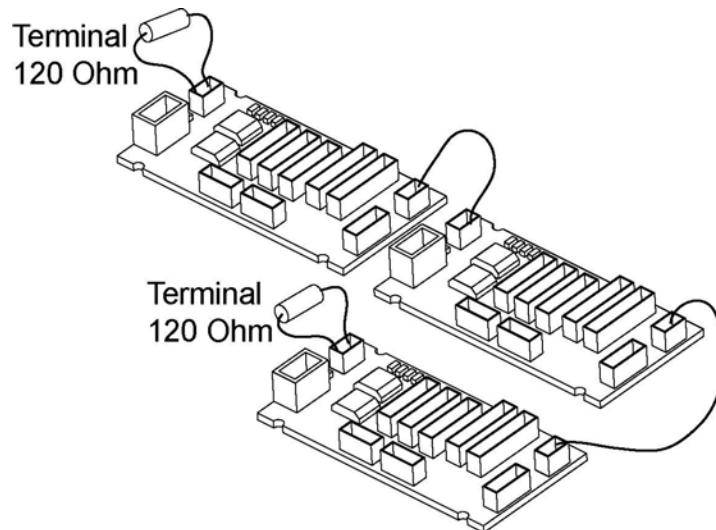

図 4 - 2 枚以上の TITechSH2 Tiny Controller®を CAN バスで接続する場合
2 枚以上の *TITechSH2 Tiny Controller*®を CAN バス通信で接続する方法を図 4 に示します。CAN ポートの高レベル(H)と低レベル(L)の間に 120Ω の抵抗を接続して、ノードネットワークを終端させる必要があります。2 枚のボードを接続する CAN ポートは、直線状 (CAN OUT^H -- CAN IN^H、CAN OUT^L--CAN IN^L、CAN OUT^{GND}--CAN OUT^{GND}) に接続しなければなりません。
Fig. 4 illustrates how two or more boards can be connected by means of CAN bus communication. It is necessary to terminate the nodes network by connecting a 120ohm resistance between the high (H) level and low (L) level of CAN ports. CAN ports connecting two boards must be connected in a straight way (CAN OUT^H ---CAN IN^H, CAN OUT^L---CAN IN^L, CAN OUT^{GND}---CAN OUT^{GND})